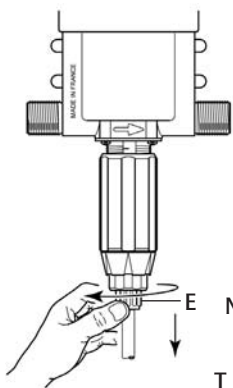
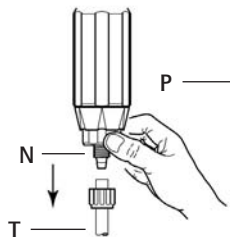

Рис. 15
Рис. 16
- Отвинтите гайку (Рис. 15-Е) и снимите всасывающий шланг (Рис. 16-Т).
- Отвинтите и снимите гайку (Рис. 16-Н).